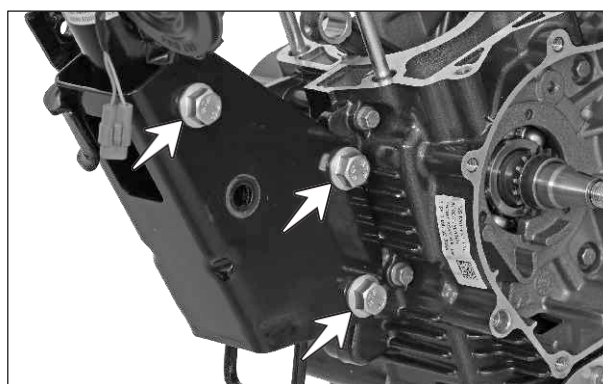

Fig. 3.127
- Retire los 3 tornillos hexagonales (M10x80) del soporte delantero del motor. (Fig. 3.127)